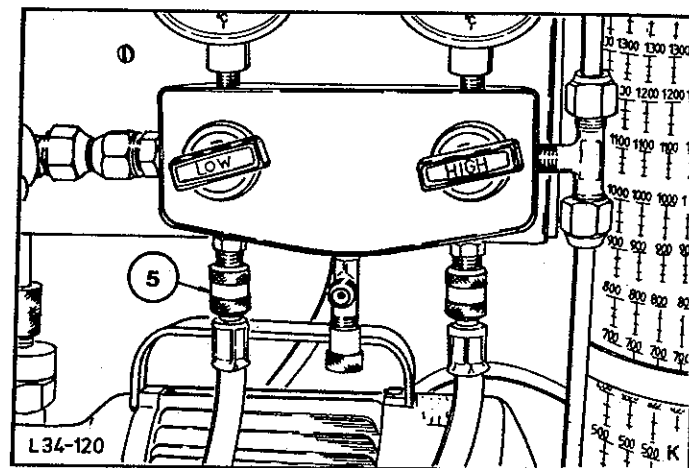
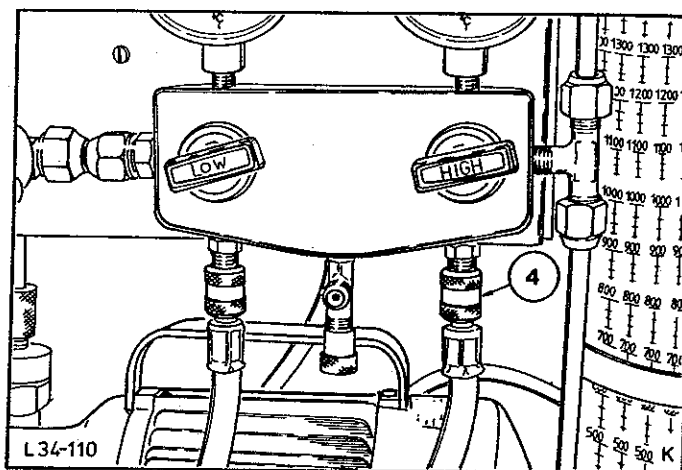

Abb.30 Niederdruckanschluß (5)
Abb.31 Hochdruckanschluß (4)
An den Manometern (10) und (11) können auch bei geschlossenen Ventilen (6) und (7) die Arbeitsdrücke auf der Saugseite (ND) und der Druckseite (HD) der Anlage über die Anschlüsse (5), Abb.30, und (4), Abb.31 gemessen werden.